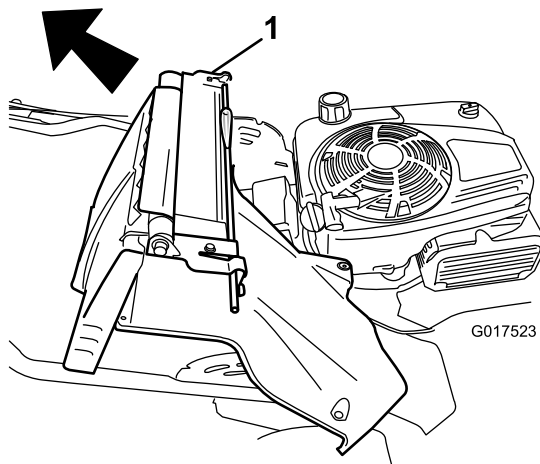

Рисунок 36
7. Снимите задний отражатель и рычаг фиксации рукоятки в сборе (Рисунок 36).